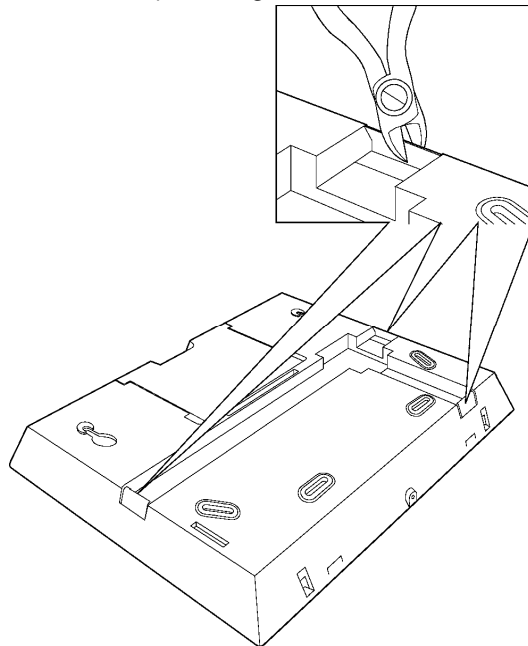

Figura 2-4: Abrir los agujeros pre-marcados para cables
7. Abra los agujeros pre-marcados para entrada del cable en el panel posterior e inserte los hilos y cables a través de la abertura de cables (incluyendo el cable de CA y el cable del teléfono), ver figura 2-4.